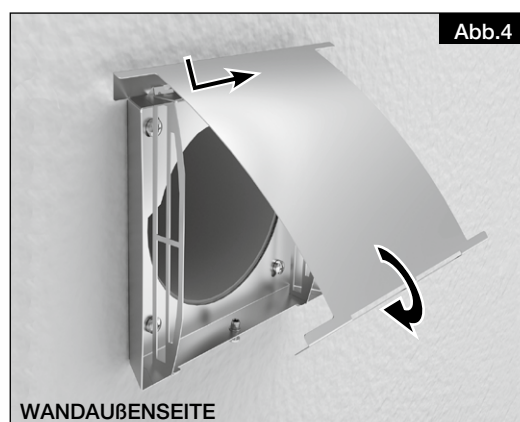

Abb.4
6. Blende oben am Rahmen einhängen und bis zum Anschlag nach rechts schieben (s. Abb.4).
7. Blende schließen und mittels Sicherungsschraube fixieren (s. Abb.4).